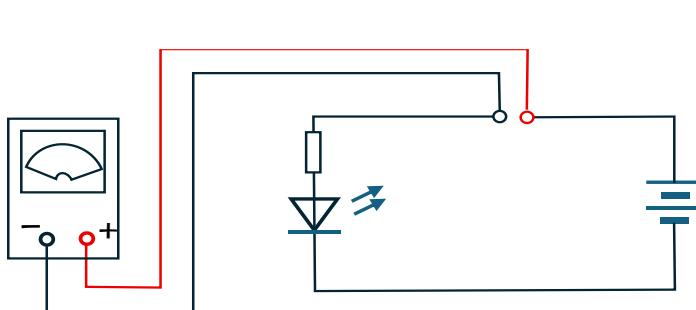

図 7-13 電流の測定方法
(1) 測定方法
- ① テスト棒の赤プラグをプラス端子、黒プラグをマイナス端子に差し込みます。
- ② 測定レンジを大きめに合わせます。抵抗測定はゼロ点調整します。
- ③ 測定部位にテスト棒を接触させます。指でつまんではいけません。
- ④ つまみを測定レンジにあわせ、目盛りの指針が示している数値を読み取ります。
⑤ デジタルマルチメーターの場合は直接表示のデジタル数値を読み取ります。
(2) 測定時の注意
- 電流を測定するときは、図7-13のように直列に接続する。